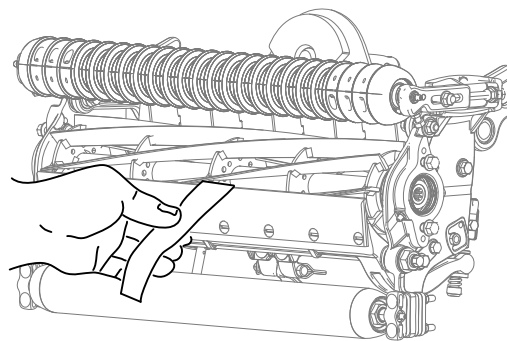

Figura 8
- B. Insira uma fita comprida de papel de desempenho de corte (Peça Toro N.º 125-5610) entre o cilindro e a lâmina de corte, perpendicular à lâmina de corte (**Figura 8**) e, em seguida, rode **lentamente** o cilindro para a frente; deve cortar o papel; caso contrário, repita os passos A e B até que o faça.
13. Insira uma fita comprida de papel de desempenho de corte (Peça Toro N.º 125-5610) entre o cilindro e a lâmina de corte, perpendicular à lâmina de corte (Figura 8) e, em seguida, rode **lentamente** o cilindro para a frente; deve cortar o papel; caso contrário, rode cada parafuso de ajuste da barra de apoio no sentido dos ponteiros do relógio 1 clique e repita este passo até que corte o papel.